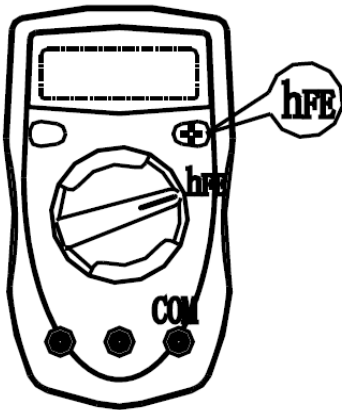

Рис.7
G. Измерение транзисторов (См. рис.7)